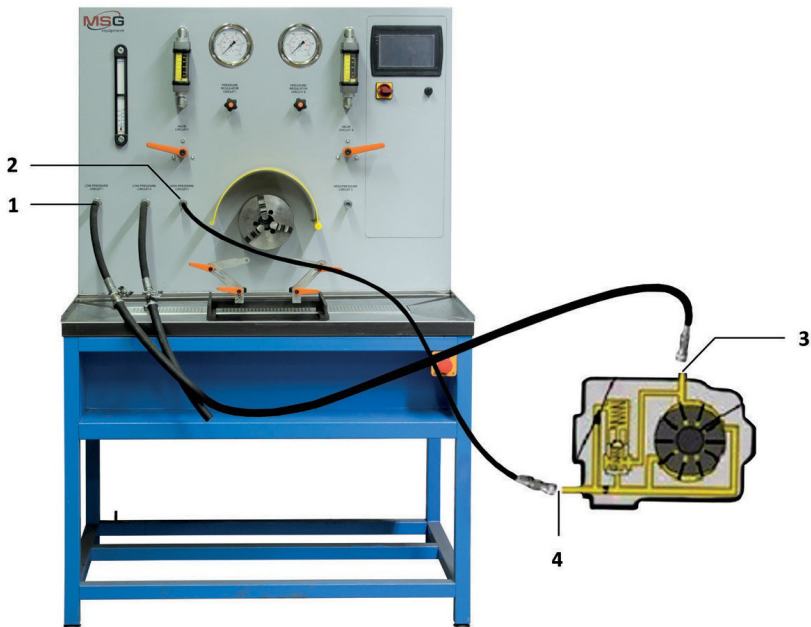

Рисунок 3. Підключення насоса гідропідсилювача керма до стенда:
4. Приєднайте рукави високого та низького тиску до стенда та насоса, див. рис. 3.